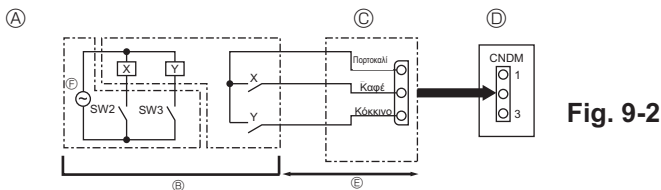

Fig. 9-2
9.2. Λειτουργία ρύθμισης (επιτόπου τροποποίηση) (Fig. 9-2)